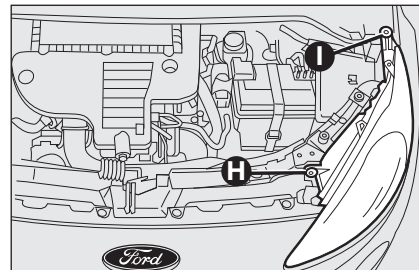

fig. 14
- ☐ Løft motorhjælmen og afskru fastgørringsskruerne **H** og **I** på de viste steder i **fig. 14**.